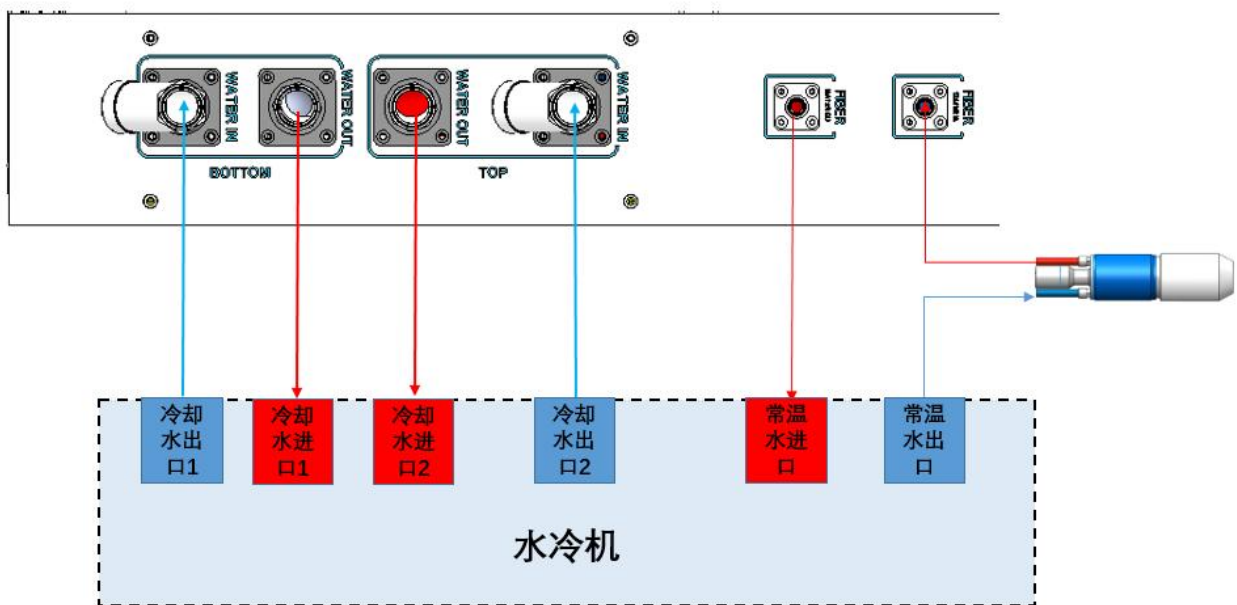

图 11 激光器冷却系统连接示意图
- a) 激光器冷却水连接如图 11 所示, 箭头方向表示水流方向;